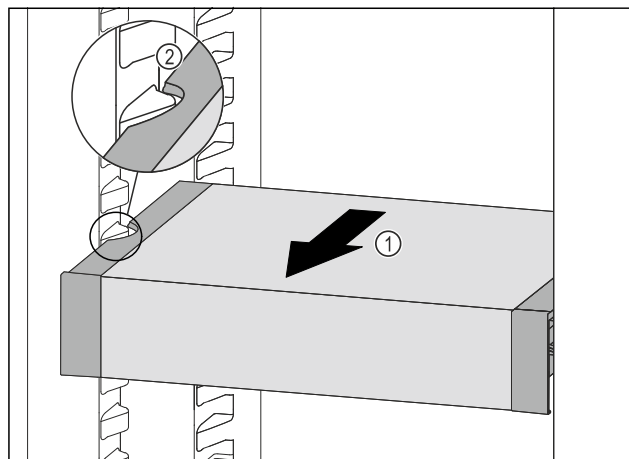

Fig. 126
- ▶ Táhněte VarioSafe dopředu Fig. 126 (1), dokud nebudou boční vybrání VarioSafe na úrovni žebrování na nádoby v chladničce. Fig. 126 (2)